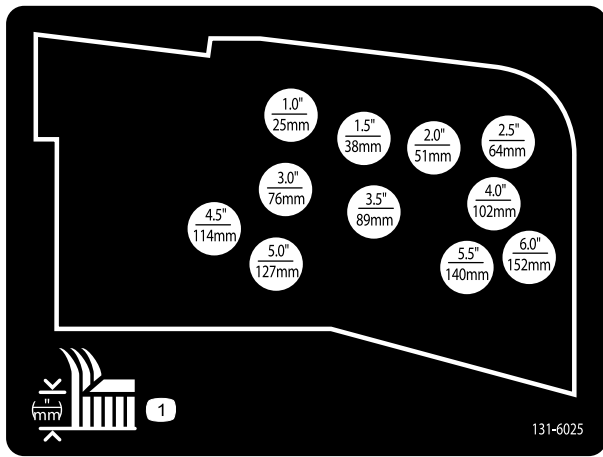

Figura 36
10. Montate le catene dell'altezza di taglio nel foro dell'altezza di taglio desiderata usando il perno con testa e la coppiglia (Figura 36).